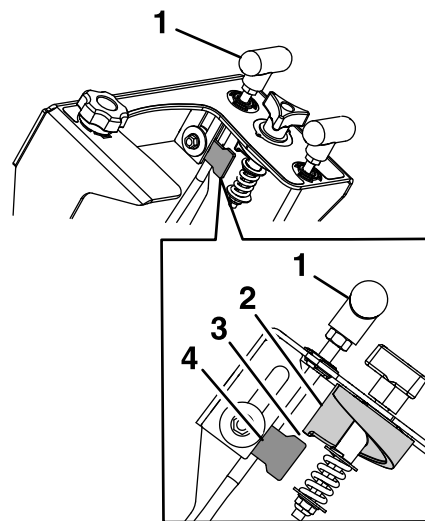

Figura 32
7. Cuando está correctamente ajustado habrá un espacio entre el tope del dosificador y la parte inferior del dial del dosificador, como se muestra en la Figura 32.